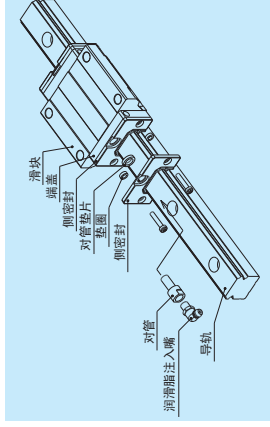

图 7.2 双密封
- 为便于在标准成品上加装双密封，准备了双密封组件套装。如图 7.2 所示，由侧密封和护板、安装用小螺钉组成。
- 安装双密封后在端盖上安装润滑脂注入油嘴时需要图 7.2 所示的对管，因此请指定带有对管的组件。